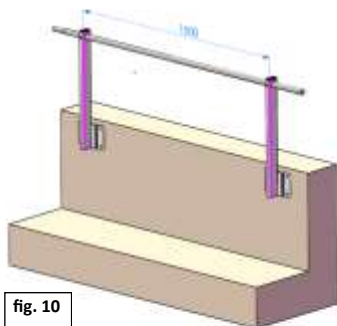

fig. 10
- Posizionare il 2° montante, ed i successivi, ad una distanza massima di 150cm dal 1° montante. Rispettare tale interasse massimo di 150cm di distanza tra 2 montanti consecutivi. (fig.10)